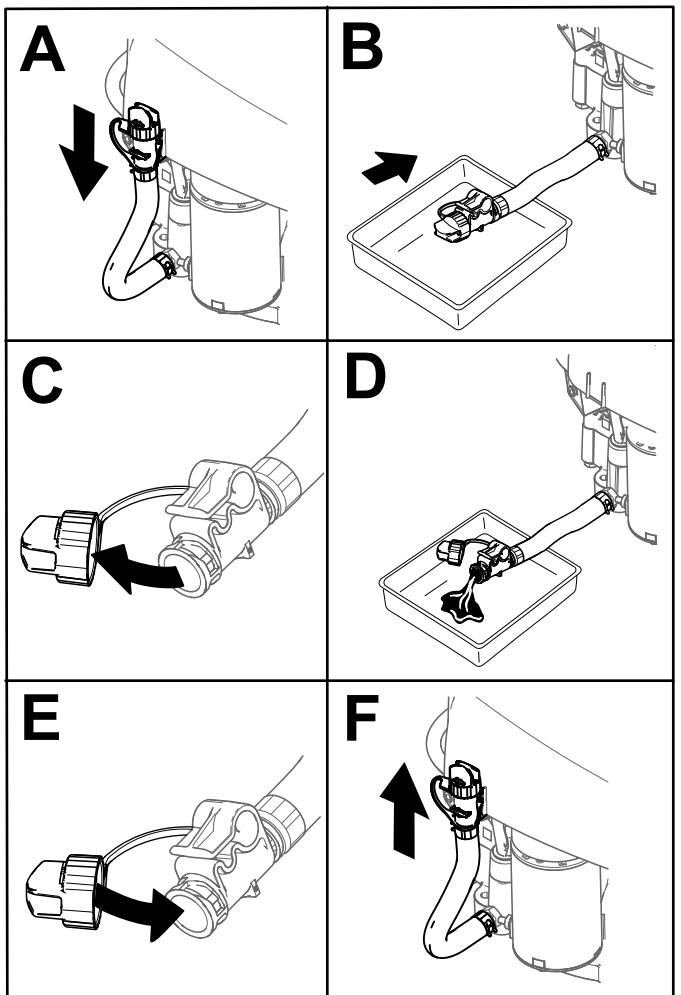

Figura 36
4. Drene el aceite del motor (Figura 36).